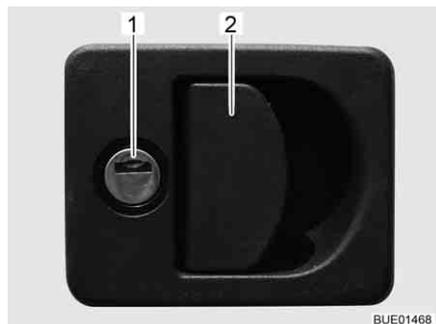

Fig. 33 Cerradura de la trampilla con tirador concha
- Introducir la llave en el cilindro de cierre (Fig. 33,1) y girarla un cuarto de vuelta. La cerradura de la trampilla está desbloqueada.
- Tirar del asidero de la cerradura (Fig. 33,2). La trampilla exterior está abierta.